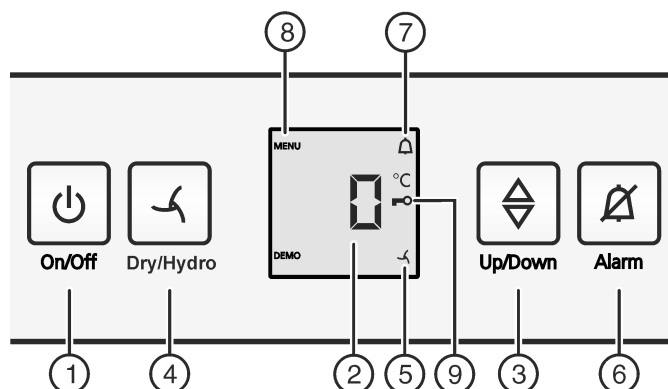

Fig. 2
- ▶ Stiskněte tlačítko On/Off Fig. 2 (1).
- ▶ Zapnutí režimu: Stiskněte tlačítko Dry/Hydro Fig. 2 (4) asi na 6 sekund.
- ▷ Symbol Menu Fig. 2 (8) svítí.
- ▶ Pro potvrzení krátce stiskněte tlačítko Dry/Hydro Fig. 2 (4). Když se na displeji zobrazí **c!**:
- ▶ Pro zapnutí dětské pojistky krátce stiskněte tlačítko Dry/Hydro Fig. 2 (4). Když se na displeji zobrazí **c!**:
- ▷ Symbol dětské pojistky Fig. 2 (9) svítí. Na displeji bliká **c**. Když se na displeji zobrazí **c0**:
- ▶ Pro vypnutí dětské pojistky krátce stiskněte tlačítko Dry/Hydro Fig. 2 (4).
- ▷ Symbol dětské pojistky Fig. 2 (9) zhasne. Na displeji bliká **c**.
- ▶ Ukončení seřizovacího režimu: Stiskněte tlačítko On/Off Fig. 2 (1).
- ▶ Stiskněte tlačítko Alarm Fig. 2 (6).